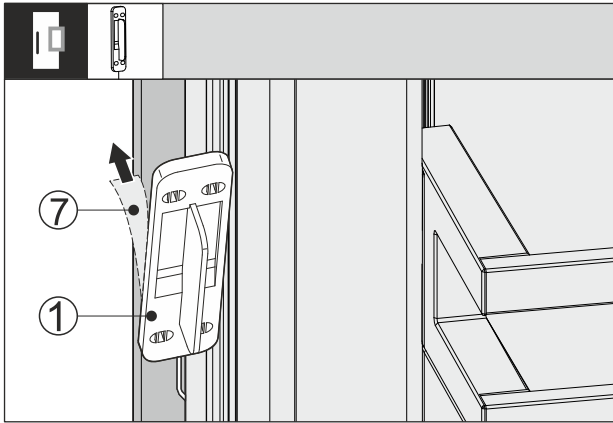

Fig. 66
- Schutzfolie Fig. 66 (7) auf der Rückseite des Klopfsensors Fig. 66 (1) abziehen.